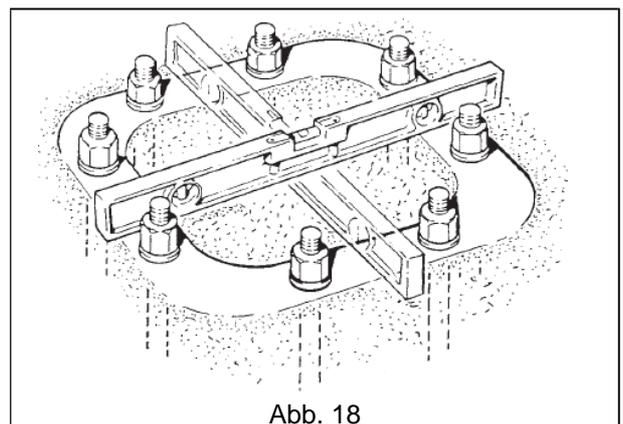

Abb. 18
5. Den Fundamentrahmen möglichst mit einer Wasserwaage nivellieren, den Sockel auffüllen und die Oberfläche glätten (Abb. 18).